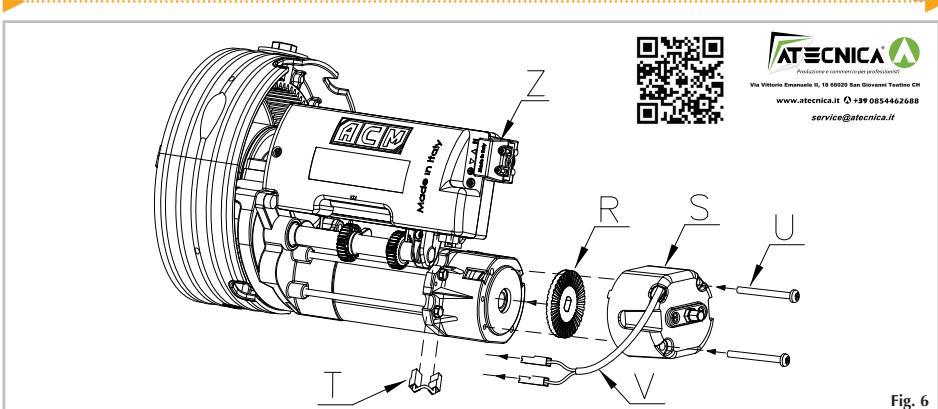

Fig. 6
- Fissare l'elettrofreno (S) al motoriduttore mediante le due viti M5x50 (U).
- Rimuovere il ponticello (T) dal fine corsa. **Non danneggiare il ponticello tirando dal filo e conservarlo per usi futuri.**
- Collegare alla morsettiera del fine corsa i due cavi elettrici (V) del freno.
- Insérez le frein (R) à l'arrière du moteur électrique comme indiqué en fig. 6.
- Fixer l'électro-frein (S) au moteur avec les vis M5x50 (U).
- Enlever le pont (T) de fin de course. **Ne pas endommager le pont en tirant sur le fil et le conserver pour une utilisation future.**
- Connecter les câbles électriques (V) du frein à la borne de fin de course.
- Insert the brake (R) on the back of the electrical motor (see picture 6).
- Fixing the electrobrake (S) to the motor through the screws M5x50 (U).
- Remove the bridge (T) from the limit switch. **Do not damage the bridge pulling on the wire and keep it for future use.**
- Connect the electric cables (V) of the brake to the terminal of the limit switch.
- Insertar el freno (R) en la parte posterior del motor eléctrico como mues la fig. 6.
- Fijar el electrofreno (S) al motor a través de los tornillos M5x50 (U).
- Eliminar el Puente (T) del final de carrera. **No dañar el puente tirando del hilo y mantenerlo para su uso futuro.**
- Conectar los dos hilos electricos (V) del freno en el final de carrera.